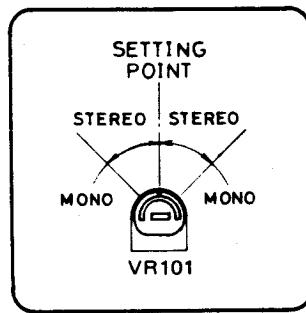

Fig. 3
(Fig. 3)
- Ensuite, brancher l'oscilloscope et le voltmètre à courant alternatif au jack de sortie du canal gauche, et commuter la modulation du générateur de signal stéréophonique MF au signal de canal droit. Vérifier que la fuite du signal du canal droit au canal gauche est presque la même que celle du canal gauche au canal droit. S'il y a une différence marquée, régler finement le VR102. (Fig. 3)